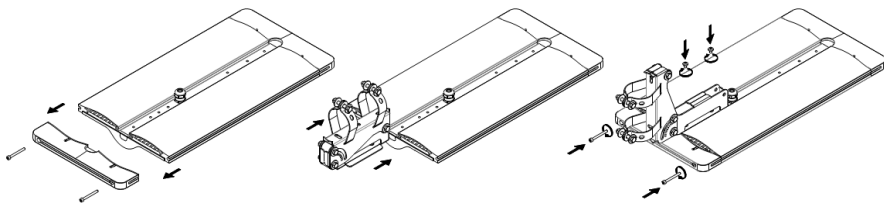

Рисунок 5 – Установка крепления на примере Консоль с регулировкой.
5.4.2. Снимите боковую крышку, открутив два винта М4 (см. рисунок 5).
5.5.1. Снимите боковые крышки, открыв четыре винта М4 (см. рисунок 5).
5.5.2. Распакуйте крепление и установите на светильнике (см рисунок 3, б и рисунок 5). Заведите крепление в паз на корпусе светильника. Для фиксации крепления на корпусе светильника имеются отверстия. Совместите отверстия на креплении с отверстиями на корпусе. Шаг между винтами на креплении должен совпасть с шагом между винтами на корпусе. Вкрутите два винта М5, идущих в комплекте для фиксации крепления на корпусе светильника.
5.7.1. Снимите боковую крышку, открутив два винта М4 (см. рисунок 5).
5.7.2. Распакуйте крепление и установите на светильнике (см рисунок 3, г и рисунок 5). Заведите крепление в паз на корпусе светильника. Для фиксации крепления на корпусе светильника имеются отверстия. Совместите отверстия на креплении с отверстиями на корпусе. Шаг между винтами на креплении должен совпасть с шагом между винтами на корпусе. Вкрутите два винта М5, идущие в комплекте для фиксации крепления на корпусе светильника.
5.8.1. Снимите боковые крышки, открутив четыре винта М4 (см. рисунок 5).
5.9.1. Снимите боковые крышки, открутив четыре винта М4 (см. рисунок 5).
5.10.1. Снимите боковые крышки, открутив четыре винта М4 (см. рисунок 5).